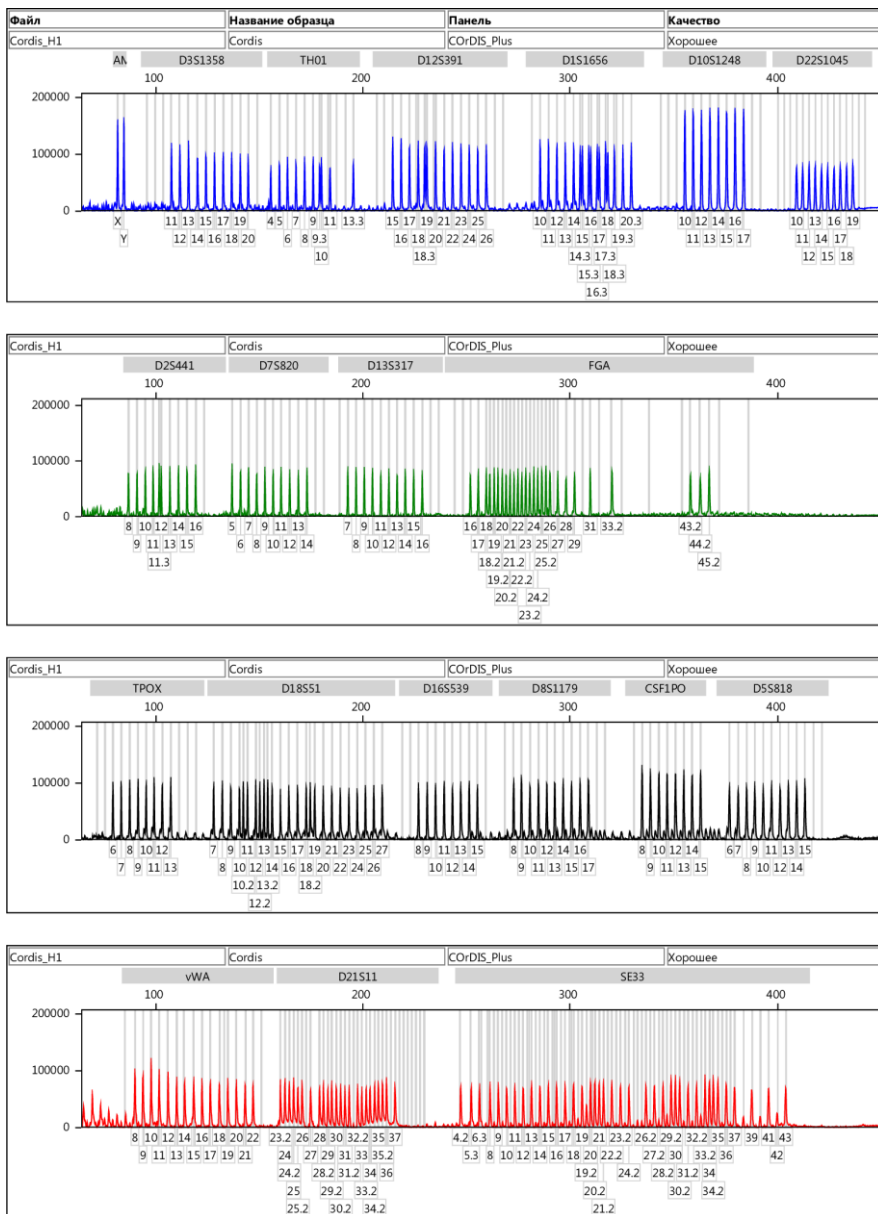

Рисунок 4. Электрофореграмма разделения аллельной лестницы CORDIS Plus
- 3) Визуально убедиться, что все пики фрагментов аллельной лестницы имеют под ось X значения, соответствующие их длине и количеству коротких тандемных повторов (рисунок 4).